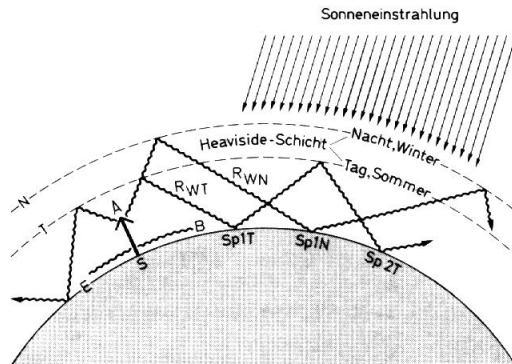

Bild 183. Zur Ausbreitung von Kurzwellen
Bild 183 zeigt, wie die von einem Kurzwellensender S abgestrahlte, sehr hochfrequente Sendeleistung sich in Bodenwelle (B) und Raumwelle (R_{WT} und R_{WN}) aufteilt. Die Bodenwelle reicht nicht weit. Anders die Raumwelle. Sie wird von den oberen Luftschichten reflektiert, wenn diese durch die Sonnenstrahlung ionisiert sind. Die ionisierte Schicht heißt Heavysideschicht. Tags und im Sommer, wenn die Sonneneinstrahlung länger einwirkt, ist der Abstand zwischen Erdoberfläche und dieser Schicht geringer als nachts oder im Winter. Da der Abstrahlwinkel für kurze Kurzwellen anders ist als für längere Kurzwellen, ist die Reichweite der Kurzwellen tages- und jahreszeitabhängig.
Wie Bild 183 zeigt, kehren die an der höheren Schicht reflektierten Raumwellen (R_{WN}) weiter entfernt vom Sender zur Erde zurück. Weite Entfernungen zu anderen Kontinenten werden durch mehrfaches Reflektieren überwunden.